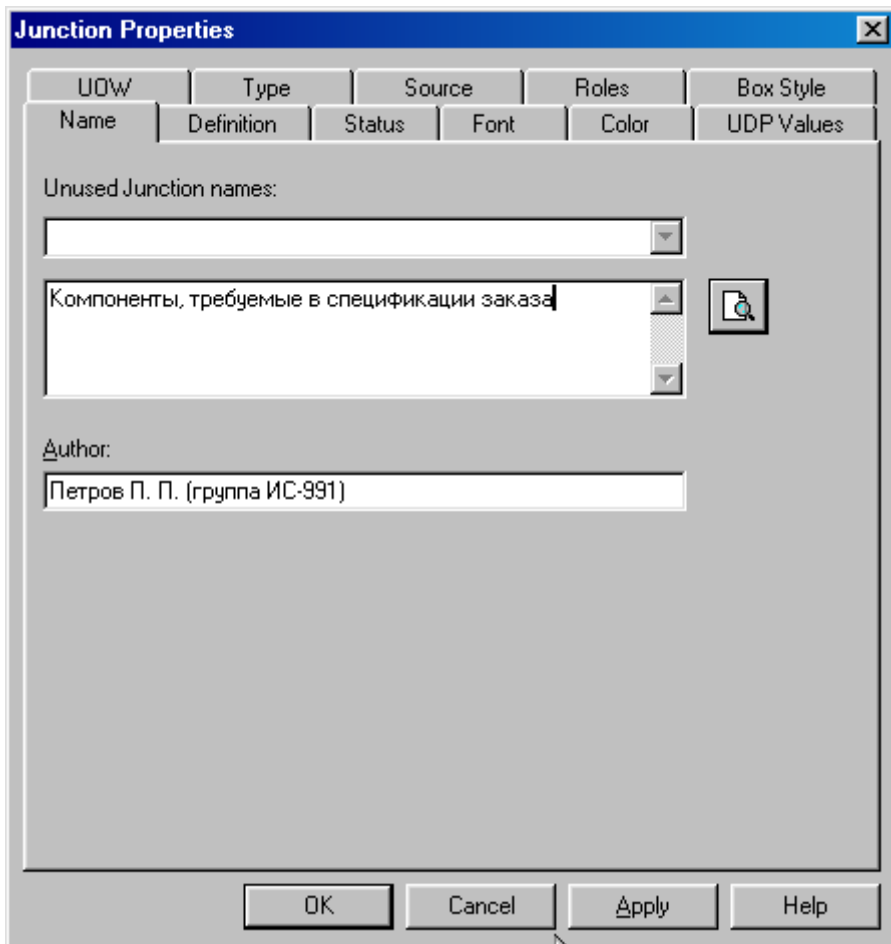

Рисунок 6.14 – Присвоение имени перекрестку **J1**
- 8 Правой кнопкой щелкните по перекрестку для разветвления **J1 (fan-out)**, выберите **Name** и внесите имя **"Компоненты, требуемые в спецификации заказа"** (рисунок 6.14).